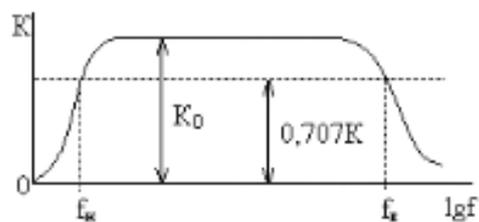

Рис. 2-5
11. По полученной на экране монитора АЧХ определите нижнюю f_H и верхнюю f_B частоты полосы пропускания по уровню 0,707 от коэффициента усиления на средних частотах K_0 , как показано на рис. 2-5.